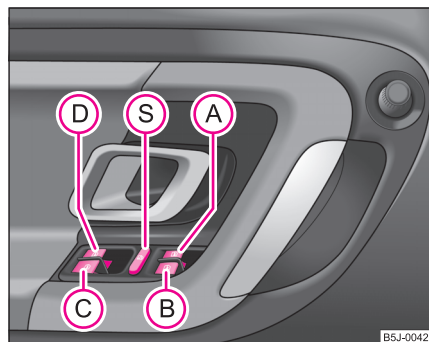

Abb. 29 Tasten in der Fahrertür
Die Schalter für die einzelnen Fenster befinden sich im Bedienteil in der Fahrertür → Seite 52, Abb. 29, Beifahrertür und in den hinteren Türen*.
Sie können durch Drücken des Sicherheitsschalters  → Seite 52, Abb. 29 die Schalter der Fensterheber in den hinteren Türen außer Funktion setzen. Durch wiederholtes Drücken des Sicherheitsschalters  sind die Tasten der Fensterheber in den hinteren Türen wieder in Funktion.
- Werden auf den Rücksitzen Kinder befördert, wird empfohlen, die elektrischen Fensterheber der hinteren Türen außer Funktion zu setzen (Sicherheitsschalter)  → Seite 52, Abb. 29.